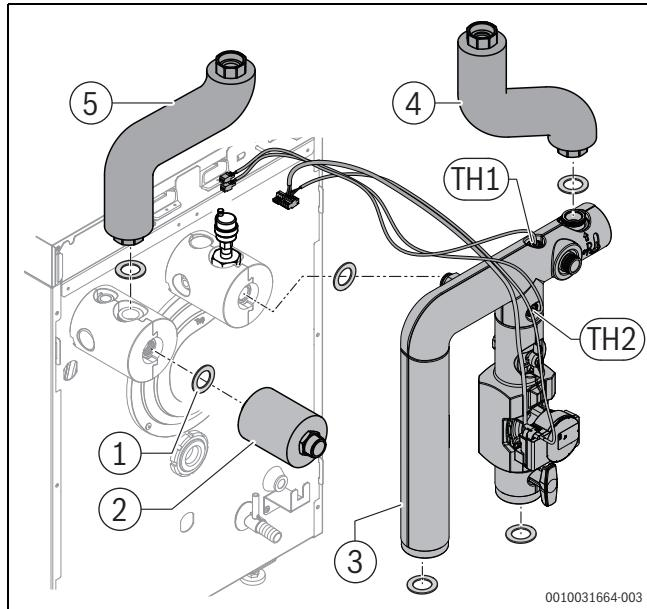
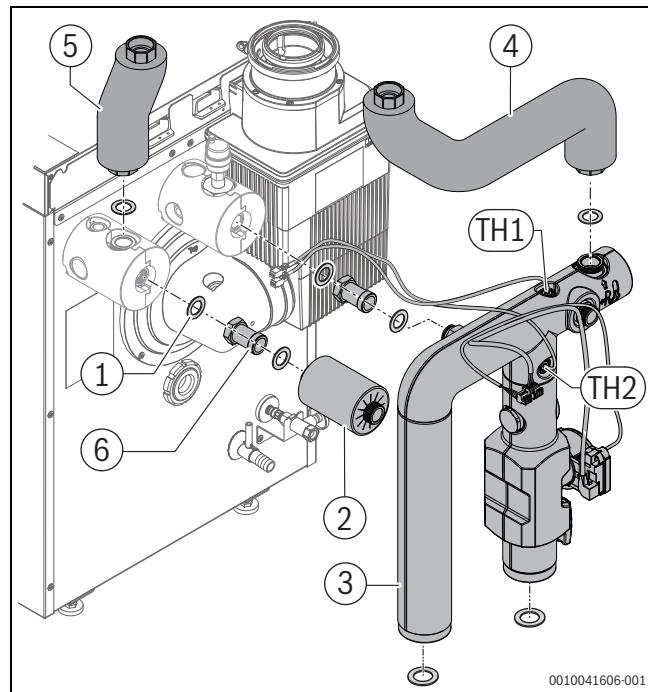

Bild 5 Montage Rohrgruppe HF-Set HYC25
Bild 7 Montage Rohrgruppe HF-Set HYC25
- Rohrgruppe entsprechend Bild 5 beziehungsweise Bild 7 montieren; **Alle Varianten**.
- Rohrgruppe entsprechend Bild 5 montieren.
- Rohrgruppe entsprechend Bild 7 montieren.